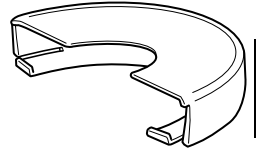

图 1
- 当使用研磨切割砂轮时，请务必将切割砂轮的砂轮保护装置（另售）安装在标配的砂轮保护装置上。（图 1）